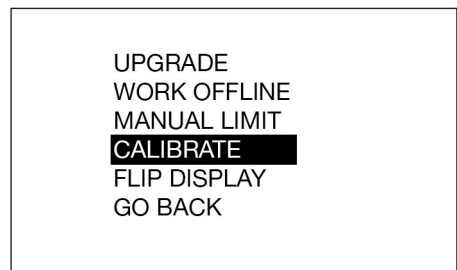
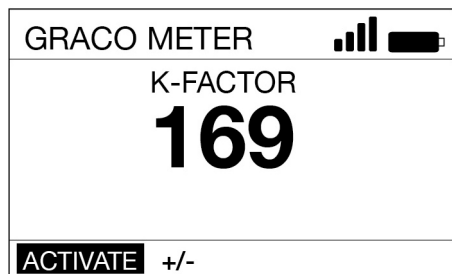

FIG. 20
Fig. 21
4. Selezionare l'opzione **CALIBRATE** (Calibrazione) (Fig. 20) per visualizzare la schermata del fattore K illustrata in Fig. 21.
5. Selezionare **ACTIVATE** (Attiva) e premere il pulsante **INVIO** per iniziare la calibrazione della valvola di erogazione con misuratore (Fig. 21).